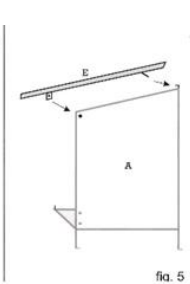

fig. 5
- Incassare il tetto E sul frontale F, poi fissarlo con 2 viti alle pareti laterali (fig. 5)